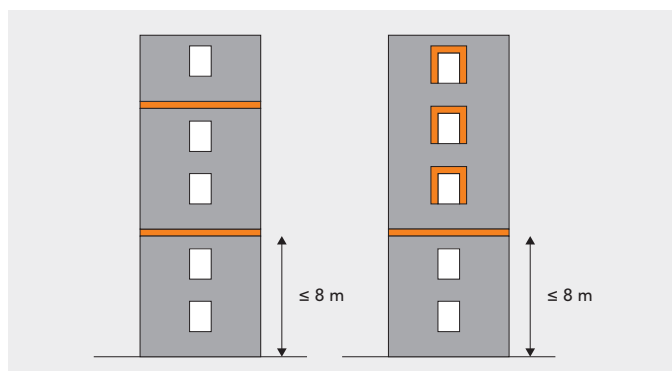

Figure 1
- Équipées d'écran coupe-feu qui interrompent complètement le matériau isolant et la cavité d'air (voir figure 1). Toutefois, un certain nombre d'ouvertures de ventilation peuvent être prévues, avec un maximum de 100 cm2 par mètre courant. Cela signifie qu'un espace de 10 mm peut être laissé entre l'écran coupe-feu et le revêtement de façade ou la maçonnerie.